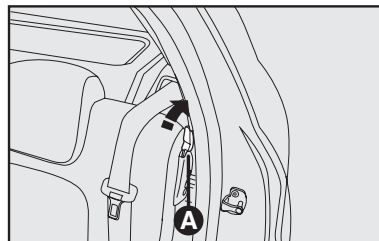

fig. 96
Para asiento trasero único con airbag lateral, desenganche el respaldo, moviendo las palancas laterales **A-fig. 96** en el sentido inverso de la flecha.
4) Desenganche el respaldo, utilizando las palancas laterales **A-fig. 96** en el sentido de la flecha.
Para eso, desbloquee la palanca derecha o izquierda **A-fig. 96** y incline hacia adelante el cojín deseado hasta obtener una superficie de carga única.